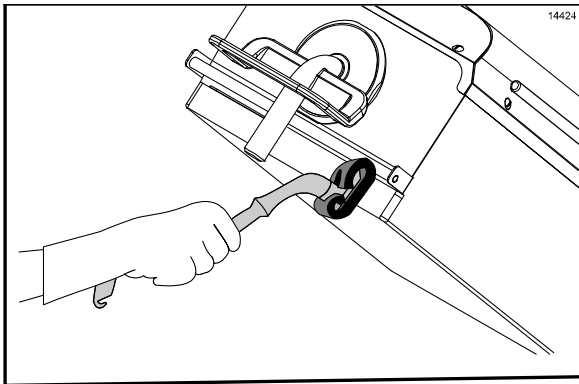

Abbildung 56
24. Mit dem Kay-Reinigungspolsterhalter die Vorderseiten der oberen Grillplatten von der rechten Grillplatte aus und dann mit der linken fortfahrend abschrubben. (Siehe Abbildung 56.)